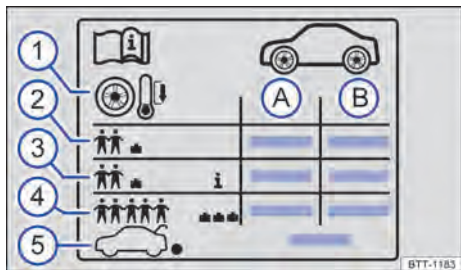

Fig. 234 Símbolos na etiqueta com as pressões dos pneus (representação esquemática).
Dependendo do veículo, a etiqueta com as pressões dos pneus pode ter uma pressão dos pneus de conforto → Fig. 234 ③. A pressão dos pneus de conforto possibilita aumentar o conforto da condução. Ao conduzir com a pressão dos pneus de conforto, pode aumentar o consumo de combustível.
Indicações na etiqueta com as pressões dos pneus → Fig. 234: